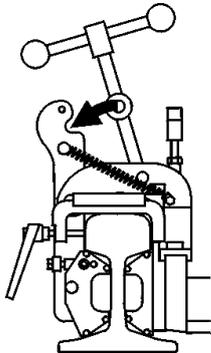

Abbildung 17: Cembre Spann-griff einklinken
- Spanngriff zum Arm ziehen bis Spanner in Mulde einliegt (→ Abbildung 17)